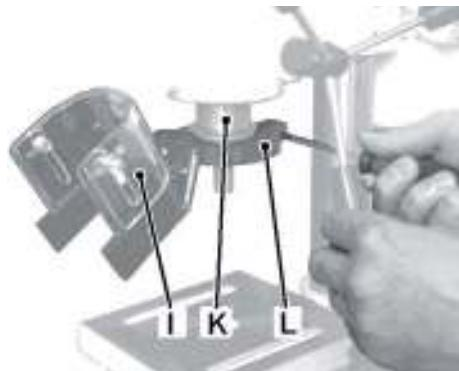

Рис. 2
- Встановіть захист патрона (I, Рисунок 2) на свердильну піноль (K), перш ніж монтувати патрон.
- Щільно затягніть затискний гвинт (L).